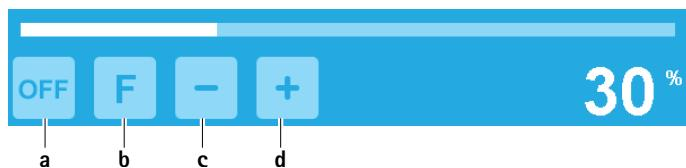

Fig. 7 Activation de la pompe d'irrigation/fonction "Flush"
- ▶ Activation de la pompe d'irrigation: actionner le bouton de mise en marche de la pompe d'irrigation **a**, voir Fig. 7.
- ▶ Désactivation de la pompe d'irrigation: appuyer sur le bouton d'arrêt de la pompe d'irrigation **a**, voir Fig. 7.